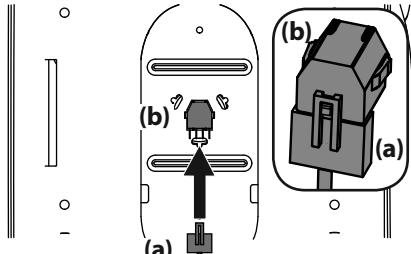

Figura 6
- Si es necesario, conecte el arnés de cables del interruptor del asiento (a) al interruptor del asiento (b). Consulte la Figura 6. Sujete el cable sobrante alejado de los puntos de apriete antes de continuar.